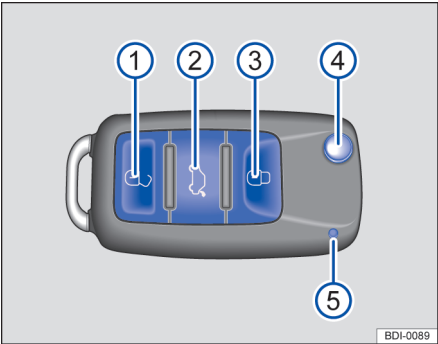

图 35 遥控钥匙
在按压遥控器钥匙上的按钮时，如果遥控钥匙中的电池指示灯不亮⑤⇒图 35，则必须尽快更换遥控钥匙中的电池。
按压一下遥控钥匙上的按钮⑥。⇒图 35